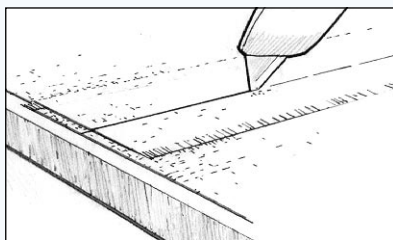

Figura 26 Recorte la tela solapada después de que se gelifique el epoxi.
b) Corte a través de ambas capas de tela con un cutter bien afilado (*Figura 26*), teniendo mucho cuidado de no cortar demasiado profundamente.